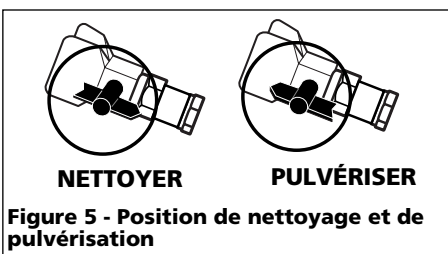

Figure 5 - Position de nettoyage et de pulvérisation
1. Tourner la buse à la position de nettoyage (Voir Figure 5).
3. Tourner la buse à la position de pulvérisation et continuer la pulvérisation (Voir Fig. 5).